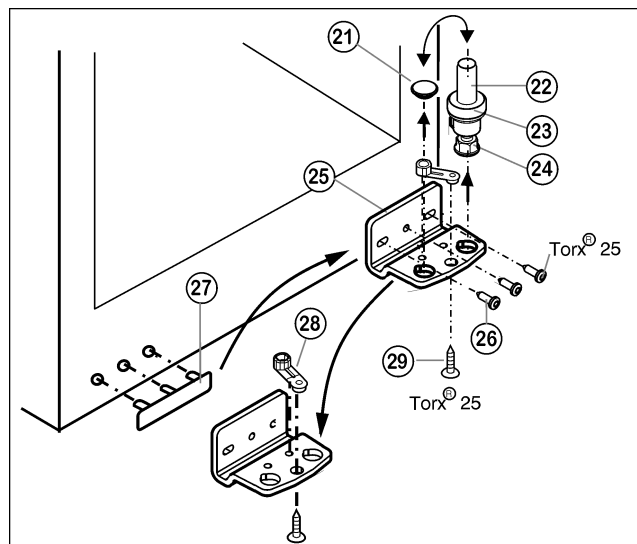

Fig. 5
- ▶ Извлеките опорный винт Fig. 5 (22) в комплекте с шайбой Fig. 5 (23) и регулируемой опорой Fig. 5 (24), вытягивая его вверх.
- ▶ Снимите пробку Fig. 5 (21).
- ▶ Открутите Fig. 5 (26) опорный кронштейн Fig. 5 (25).
- ▶ Открутите Fig. 5 (29) опорную деталь Fig. 5 (28) и, переставив в отверстие на противоположной стороне опорного кронштейна, снова прикрутите.
- ▶ Осторожно снимите и переставьте на противоположную сторону крышку со стороны ручки Fig. 5 (27).
- ▶ Снова прикрутите опорный кронштейн Fig. 5 (25) на новой стороне шарнира (с моментом 4 Нм). При необходимости используйте аккумуляторную отвертку.
- ▶ Переставьте пробку Fig. 5 (21) в свободное отверстие.
- ▶ Вновь установите опорный винт Fig. 5 (22) в комплекте с шайбой и регулируемой опорой. При этом фиксатор должен быть направлен назад.
- ▶ Установите дверцу сверху на нижний опорный палец Fig. 5 (22).
- ▶ При необходимости выровняйте дверцы через два продольных паза в нижнем опорном кронштейне Fig. 5 (25) параллельно корпусу устройства. Для этого выкрутите средний винт.